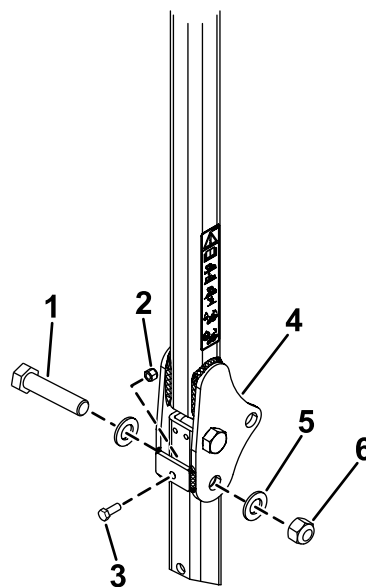

図 24
3. 図 24 に示すように、ワッシャ13/16 x 1 1/2"を各ボルト 3/4 x 4" に組み付ける。
4. ピンを抜いた穴に、ボルトとワッシャを取りつける (図 24)。
5. 図 24 のように各ボルトにもう1枚のワッシャを入れ、ナット 3/4" で固定する。各ナットを 323-396 N·m 33-40 kg·m = 238-292 ft·lb にトルク締めする。
6. ヒンジエリアのロールバーの下部の両側にあるねじ付きプレートに、ボルト (3/8-16 x 1"または 1-1/4 ") とジャムナット (ボルトとジャムナットは未同梱) を取り付ける (図 24)。ボルトを上部のロールバーチューブにしっかりと固定されるまで締め付け、ジャムナットを締め付ける。
7. ロールバーとサンシェードが跳ね上がるのを防ぐために、ROPSピボットボルト (図 24) を 91113 N·m (9.812.2 kgm) のトルクで締め付ける。